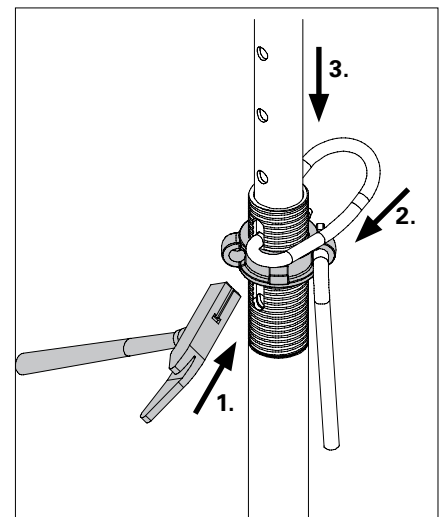

Fig. A2.02a
2. Tenere fermo il tubo interno ed estrarre la spina di regolazione a G. (Fig. A2.02a/A2.03a)